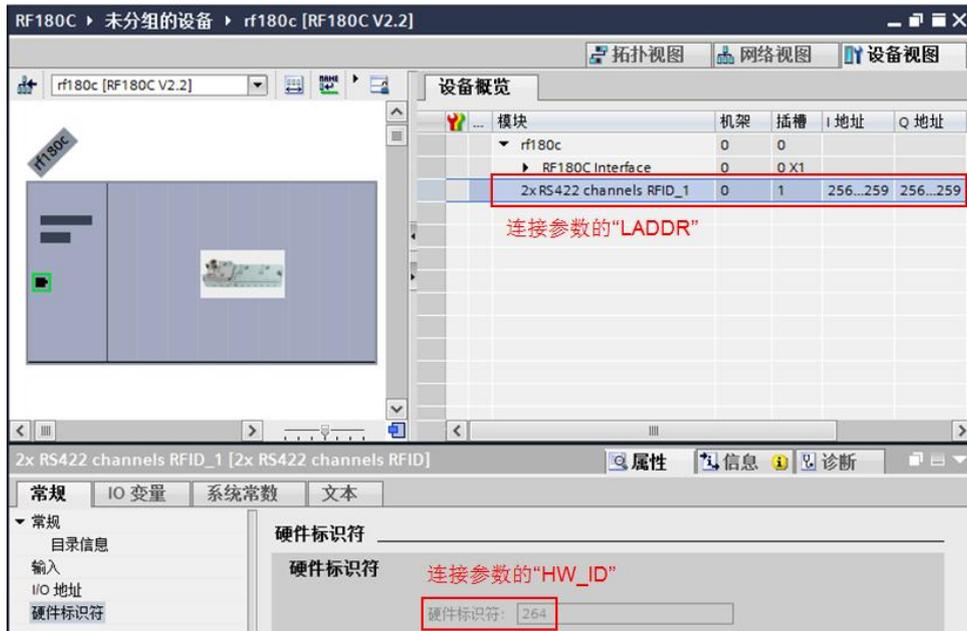

图 1-3 设置 RF180C 连接参数
双击 RF180C 进入 RF180C 设备视图，在设备视图右侧的设备概览中选择 2xRS422 channels RFID_1，其输入、输出地址是 RFID 连接参数的 LADDR，本例为 256。2xRS422 channels RFID_1 模块“属性/常规”中的硬件标识，是 RFID 连接参数的 HW_ID，本例为 264（注意，输入和输出起始地址必须相同）。如图 1-3 所示：
- HW_ID：模块的硬件标识符（仅限 S7-1200/1500），参见图 1-3；
- LADDR：通信子模块的 I/O 地址，参见图 1-3。